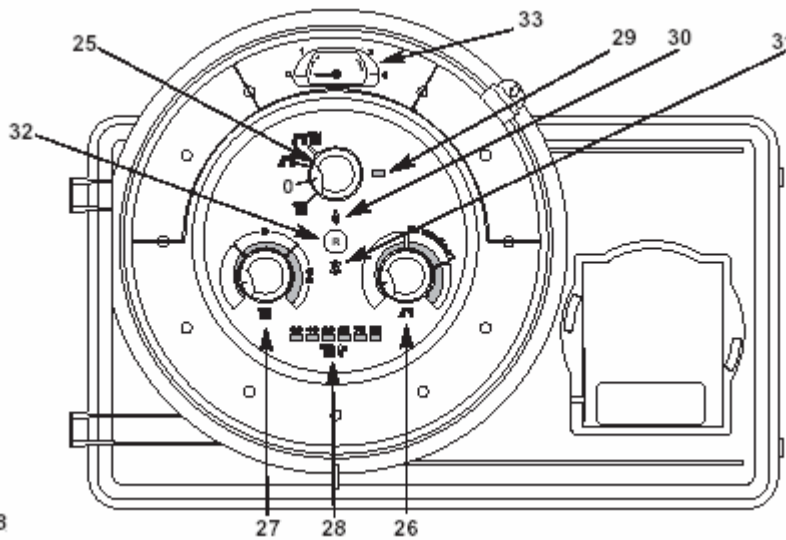

Fig. 18
Butonul de reglare a încălzirii **27** «: » (fig. 18) permite reglarea temperaturii apei circuitului de încălzire în funcție de exigențele climei.
Indicatorul **28**  (fig. 18) afișează această temperatură.
- Poziționați comutatorul **25** (fig. 18) pe «» senzorul verde **29** aprins.
- Poziționați comutatorul **25** pe «**O**» senzorul verde **29** (fig. 18) rămâne aprins. Funcțiile anti-îngheț ale centralei rămân active.
*Nu uitați să-l reporniți la începutul sezonului de încălzire sau în momentul re poziționării comutatorului **25** (fig. 18) sub «  ».*